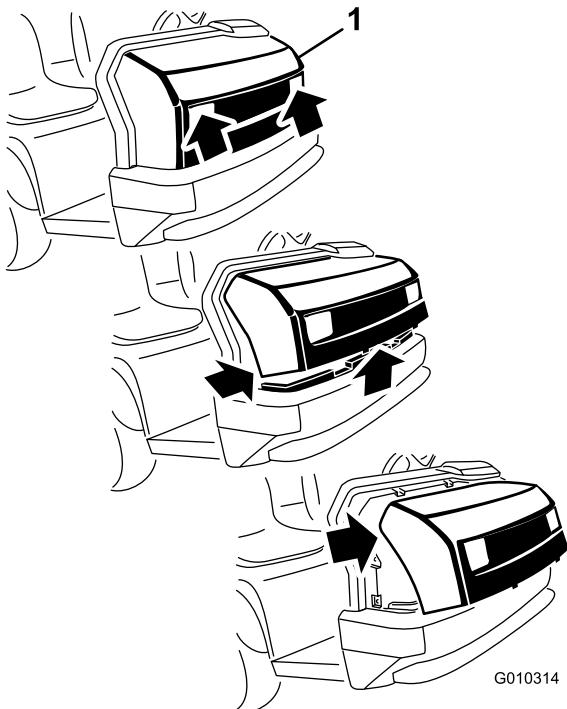

图28
- 通过大灯开口抓住机罩的同时提起机罩以便从机架槽中松开下安装凸耳图28。
2. 将机罩的底部向上旋转直至可将上安装凸耳从机架槽中拉出 图28。
3. 将机罩的顶部向前旋转从大灯上拔出电线接头 图28。
2. 将顶部安装凸耳插入机架槽中 图28。
3. 将下部安装凸耳插入机架槽中 图28。